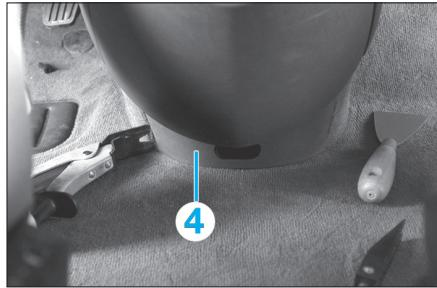

Fig. 6
- Déclipser la garniture inférieure (4) de la console centrale (Fig.6).